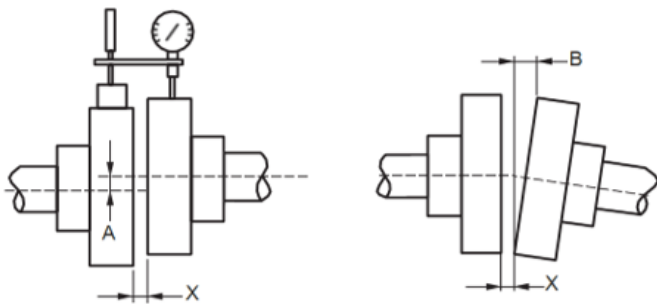

Abbildung 5: Verlagerungen der Kupplungshälften
- Die Toleranzen der in Abbildung 5 angegebenen Maße A, B und X gemäß Tabelle 4 sind einzuhalten.